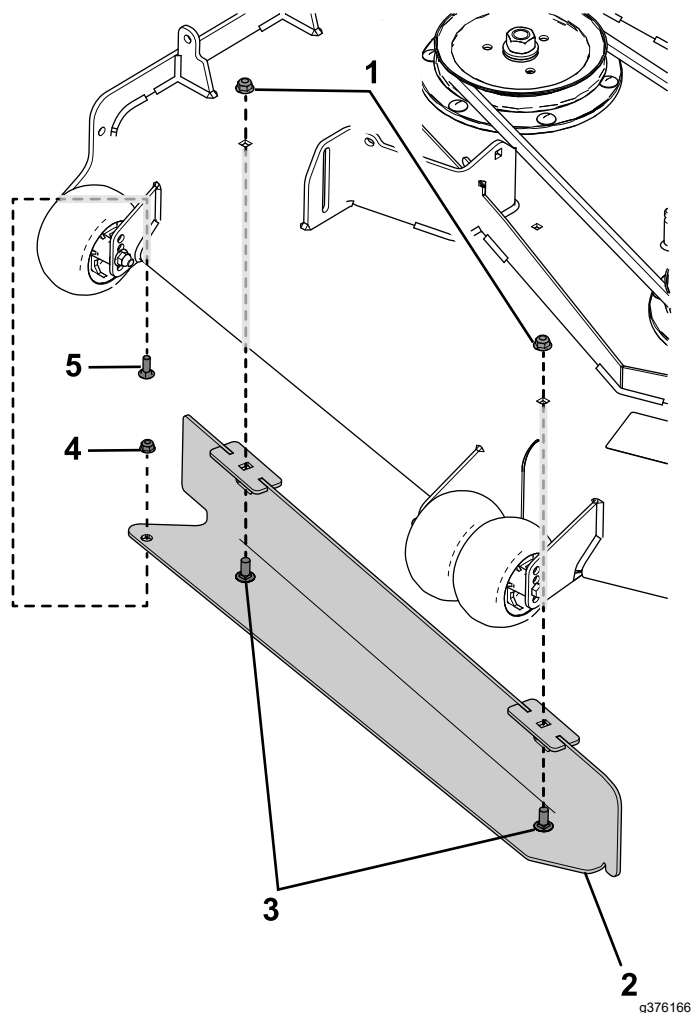
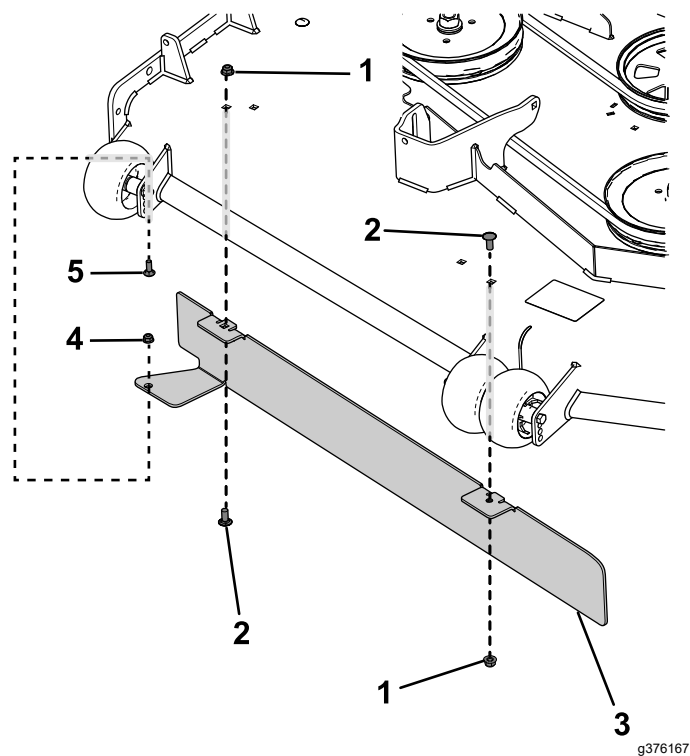

Figura 26
Figura 27
2. Instale el deflector usando el perno de cuello cuadrado (5/16" x 7/8"), la tuerca con arandela prensada (5/16"), 2 pernos de cuello cuadrado (3/8" x 7/8") y 2 tuercas con arandela prensada (3/8"), como se muestra en la Figura 26 y la Figura 27.